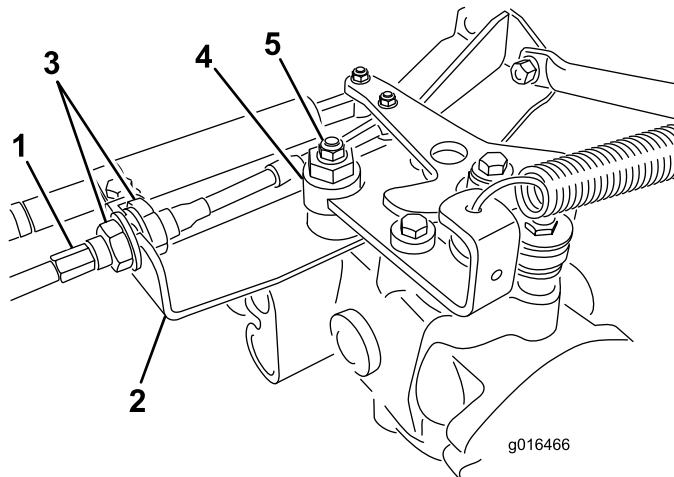

Figura 43
- A. Liberte as porcas de bloqueio que fixam o cabo de controlo de tração ao anteparo do hidróstato (Figura 43). Certifique-se de que as porcas de bloqueio se encontram soltas de forma idêntica e o suficiente, de modo a permitir a operação de ajuste.
Nota: Liberte a porca que fixa o disco excêntrico ao cimo do hidróstato (Figura 43).
- E. Quando a roda deixar de rodar, aperte a porca, bloqueando deste modo o disco excêntrico e fixando a posição de ajuste (Figura 43).
- G. Aperte uniformemente as porcas que se encontram em cada um dos lados do anteparo, fixando deste modo o cabo de tração ao anteparo (Figura 43). Não rode o cabo.